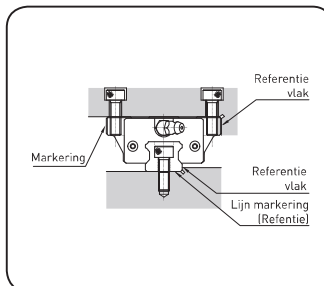

Fig. 4
- loopwagen correct op rail schuiven, let op de referentie zijde, fig. 4 voor de montage van de wagen is geen hulprail nodig